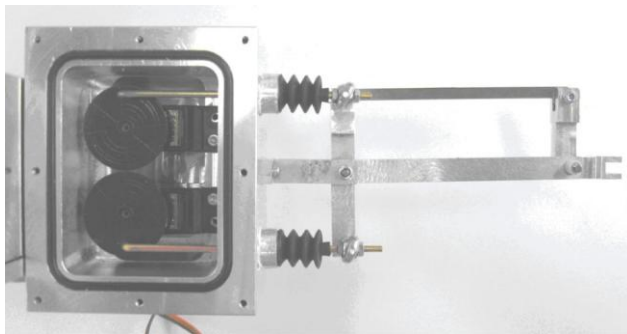

図 2 推進機構
(1) 前進と旋回の機構は、図2に示すような2個のRCサーボとリンク機構によって実現しました。2つのRCサーボの回転によりリンクが前後に動き、尾や尾ひれが振れ運動します。このとき、尾の振れ角(振幅)、振りの速さ(周波数)、尾と尾ひれの振れのずれ(位相)を変化させることで、遊泳速度や、魚らしさの印象が変わることを確かめています。なお、「魚らしさ」についての評価基準は特に決めておらず、動作時の観客の主観的判断に任せることにしています。